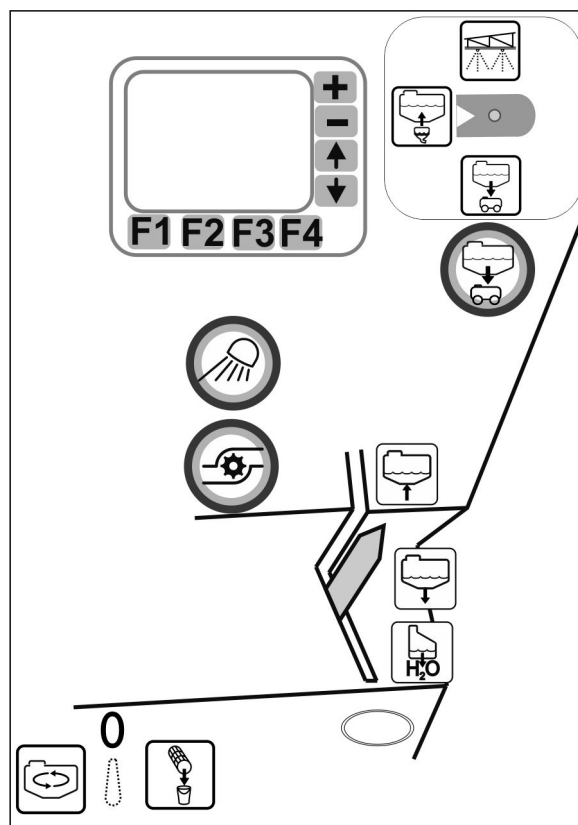

Рис. 144
- Ежедневно очищайте всасывающий фильтр (Рис. 144) после очистки полевого опрыскивателя.
- Смажьте консистентной смазкой кольцо круглого сечения снизу на всасывающем фильтре (Рис. 144/4).
1. Освободите крышку всасывающего фильтра (Рис. 144/2).
2. Снимите крышку и фильтр (Рис. 144/3) и очистите их водой.
6. Освободите крышку всасывающего фильтра (Рис. 144/2).
7. Задействуйте клапан сброса давления на всасывающем фильтре (Рис. 144/1).
8. Снимите крышку и фильтр (Рис. 144/3) и очистите их водой.